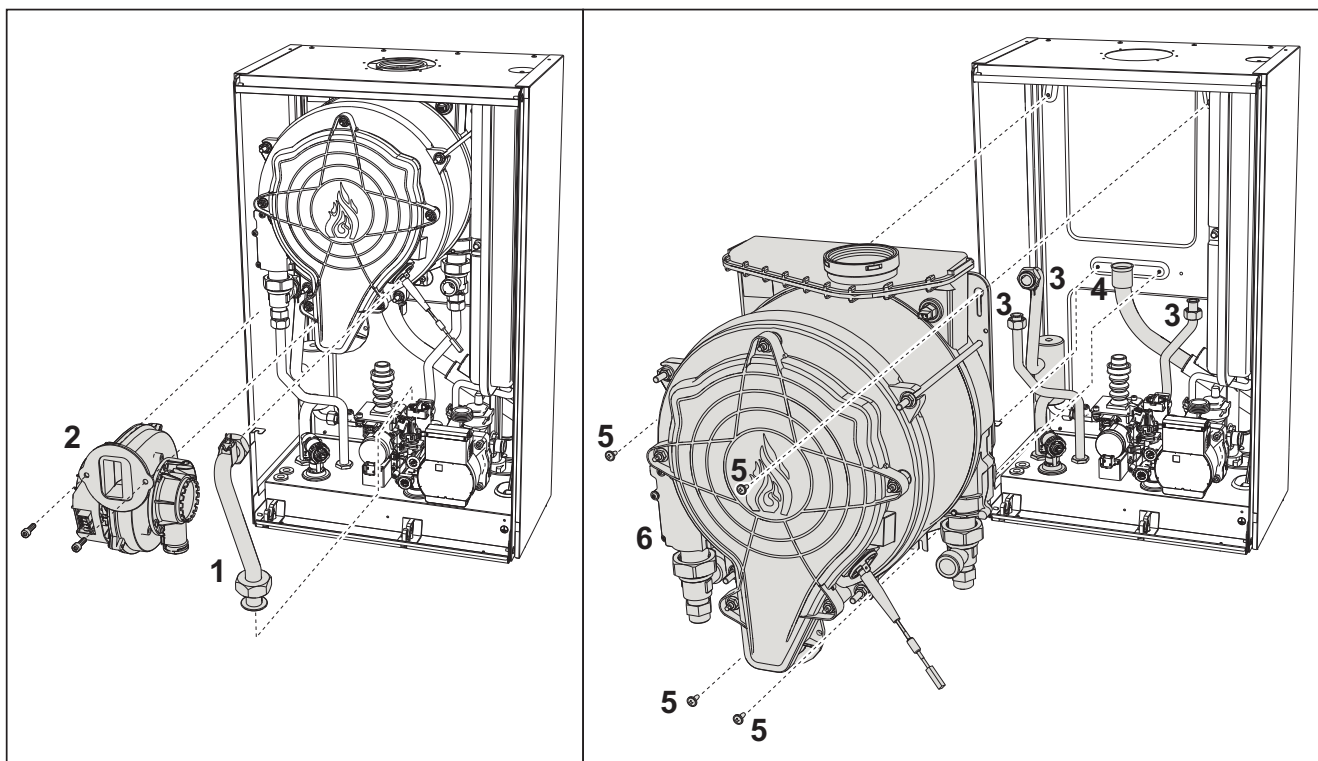

fig. 40- Schimbătorul principal
- Scoateți cele 2 șuruburi **superioare "5"** de fixare a schimbătorului de cadru (fig. 40)
- Slăbiți cele 2 șuruburi **inferioare "5"** de fixare a schimbătorului de cadru (fig. 40)